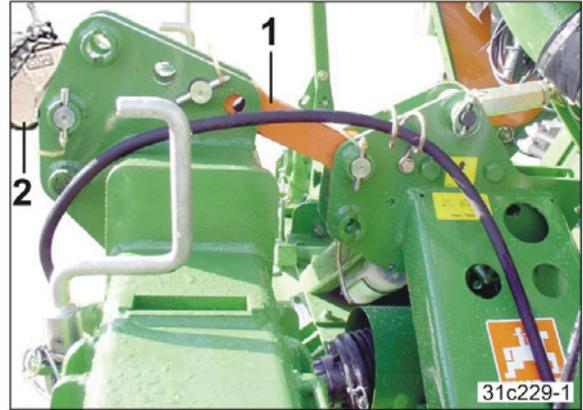

Fig. 24
10. Relier les deux machines avec l'élément de connexion (Fig. 24/1).
12. Régler la longueur du bras supérieur du tracteur (Fig. 24/2) de telle manière que le cultivateur rotatif/la herse rotative se trouve à peu près à l'horizontale en position de travail.